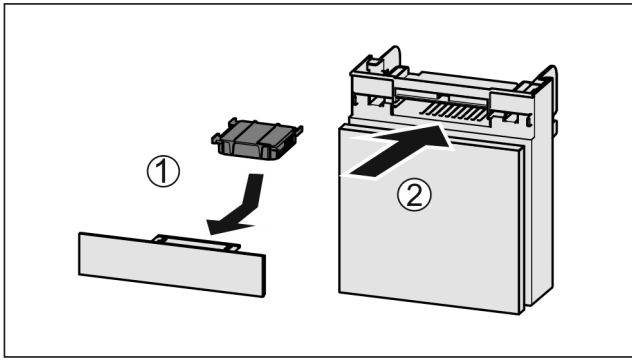

Fig. 117
- ▶ Aktivkohlefilter nach Abbildung einsetzen Fig. 117 (1).
- ▶ Fach einschieben Fig. 117 (2).